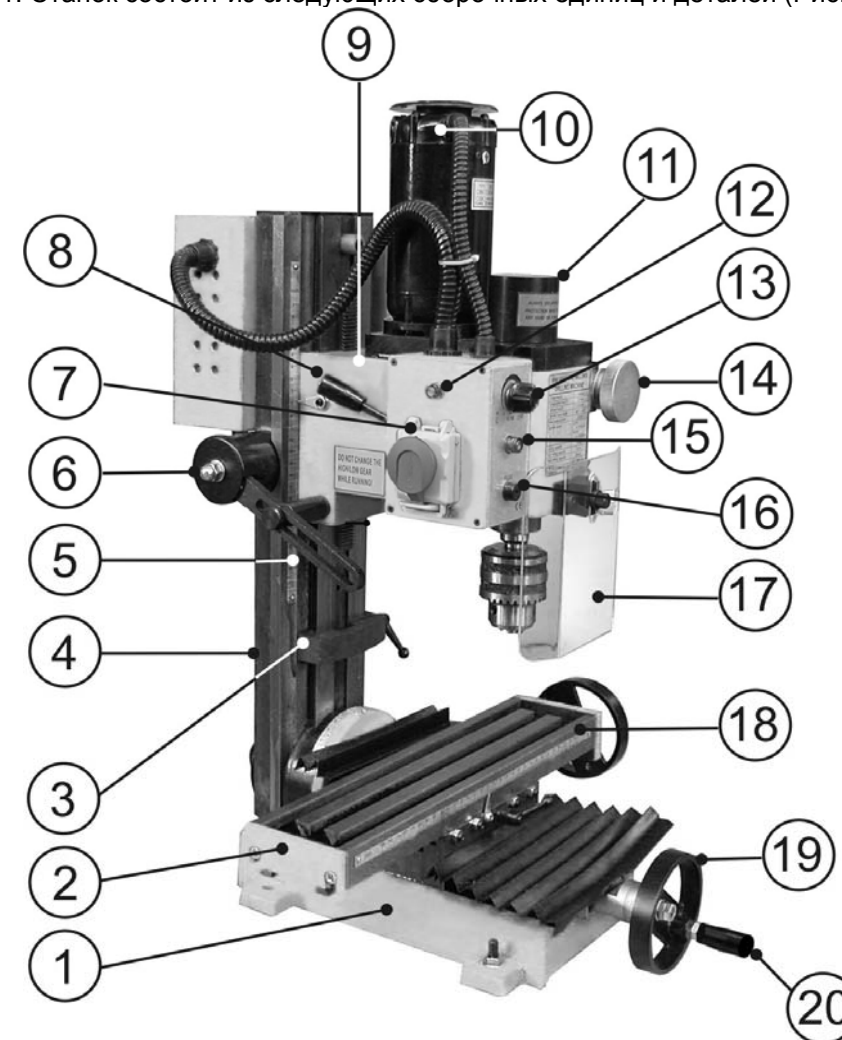

Рис. 3
6.1. Станок состоит из следующих сборочных единиц и деталей (Рис. 3, 4)
8.2. Сборка маховиков (Рис. 3, 4)
8.3. Установка патрона (Рис. 3, 4)
9.1.1. Равномерно ослабьте все контргайки (30) и винты (31) клина (32), Рис. 5. Закручивая винты (31), Рис. 5, прикладывайте одинаковый крутящий момент к каждому винту. Необходимо удерживать стол (2), Рис. 3.
9.1.6. После проведенной регулировки полностью выдвиньте стол (2), Рис. 3, смажьте все сопрягаемые поверхности и резьбу ходового винта.